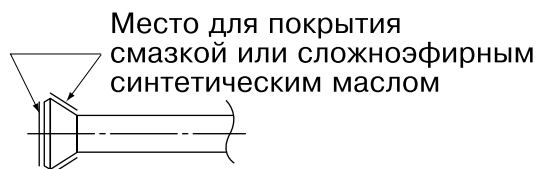

Рис. 10
- При присоединении гайки раструба нанесите сложноэфирное синтетическое масло или любую жидкую смазку на поверхность раструба (как снаружи, так и изнутри) и до завинчивания поверните гайку 3-4 раза вручную. **(См. рис. 10)**